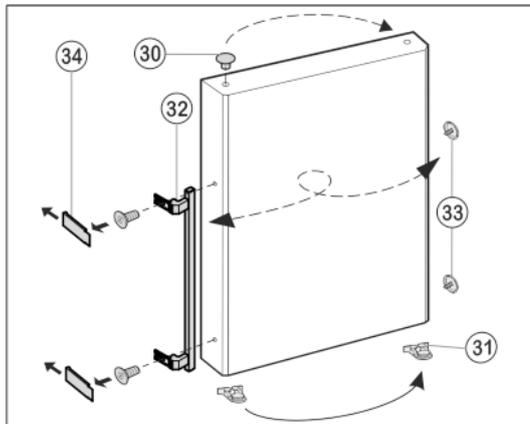

Fig. 12
- ▶ Stopfen Fig. 12 (30) aus der Tür Lagerbuchse herausheben und umsetzen.
- ▶ Türgriff Fig. 12 (32), Stopfen Fig. 12 (33) und Druckplatten* Fig. 12 (34) abmontieren und auf die Gegenseite umsetzen.